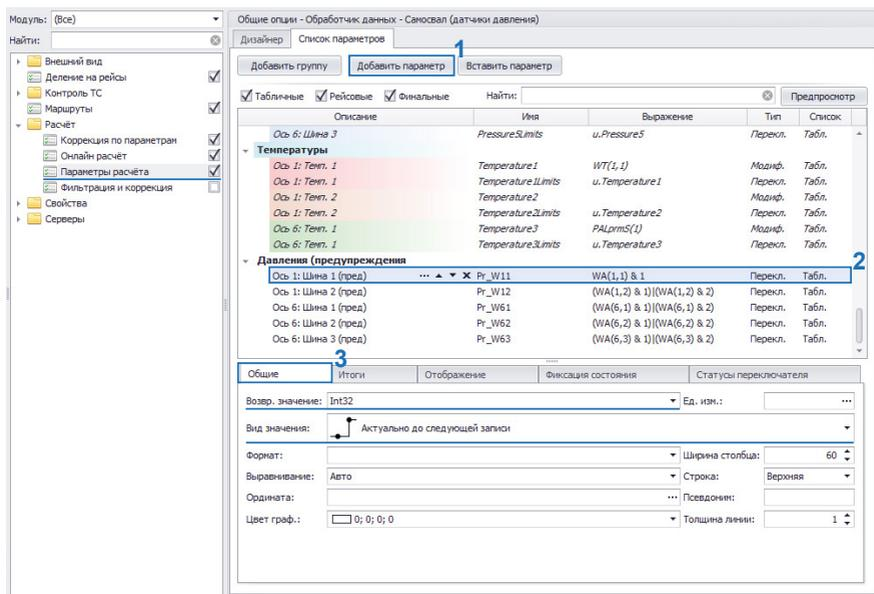

Рис.14. Параметр предупреждения.
Далее в список параметров нужно добавить новый параметр, нажав кнопку «Добавить параметр» (Рис.14, п.1). Для удобства вы можете создать группу и добавлять в эту группу все параметры предупреждения. В этом случае все предупреждения, получаемые от датчиков давления, будут сгруппированы в Модуле просмотра данных.
- Маска «WA (1,1) & 4» возвращает 4 (100), если получено предупреждение о высокой температуре (бит 1).
**6.** Далее нужно перейти на вкладку «Общие» и задать настройки, как показано на Рис.14 (п.3).